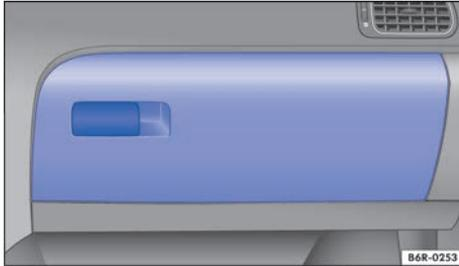

Fig. 124 Guantera.
- Para *abrir* la guantera, tire de la manilla → fig. 124.